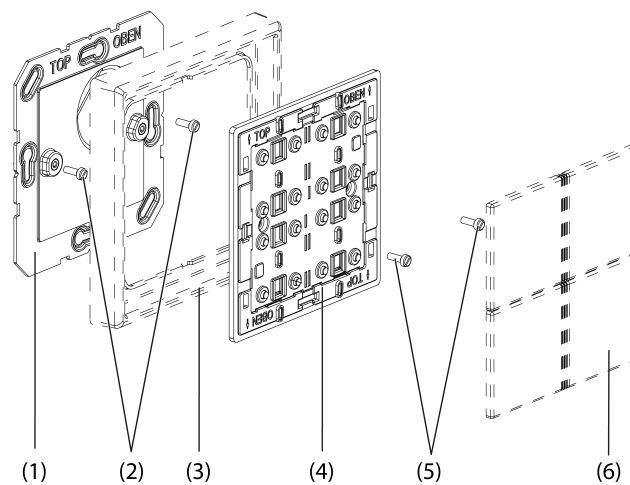

Imagen 1: Módulo radioemisor de pared cuádruple
- Pegar o atornillar el soporte (1) directamente en una superficie plana. La etiqueta **TOP/OBEN** del soporte debe quedar colocada hacia arriba.
- Insertar el marco de diseño (3) en el soporte.
- Atornillar el módulo (4) emisor de pared al soporte.
- Encajar las cubiertas (6) (Imagen 1).
- Quitar con cuidado las tapas (6) del emisor de pared (Imagen 1).
- Desatornillar el emisor de pared del soporte (1)(Imagen 1).